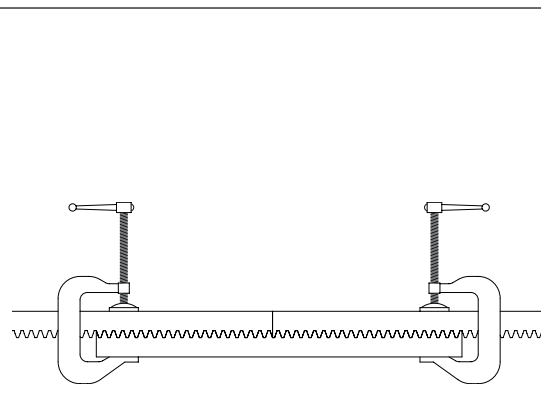

Fig. 1
- Per un corretto allineamento e passo tra due pezzi di cremagliera, si consiglia di utilizzare un elemento di raccordo in fase di fissaggio come indicato in fig. 1.
- To ensure that subsequent sections of rack are aligned correctly and maintain the correct tooth pitch, we recommend installing the rack sections with connector pieces as shown in fig. 1.
- Für eine korrekte Ausrichtung und den richtigen Abstand zwischen den zwei Teilen der Zahnstange wird empfohlen, bei der Befestigung ein Verbindungselement zu verwenden, wie in Abb. 1 gezeigt.
- Pour un alignement et un pas corrects entre deux pièces de crémaillère, il est conseillé d'utiliser un élément de raccord en phase de fixation comme indiqué dans la fig. 1.
- Para efectuar la alineación y el paso correctos entre las dos partes de cremallera, conviene utilizar un elemento de empalme durante la fijación como se indica en la fig. 1.